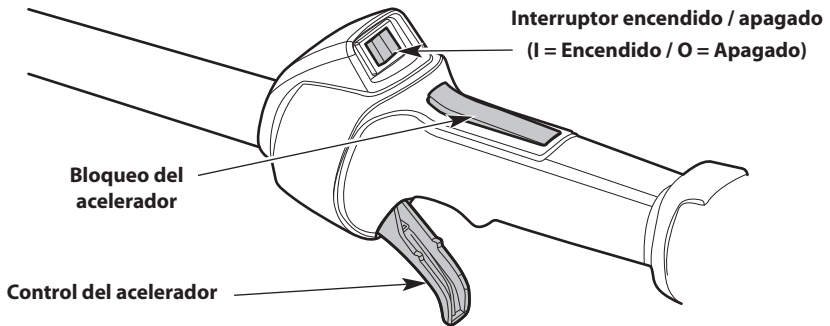

Fig. 13
NOTA: No es necesario encender la unidad. El interruptor de encendido/apagado está en la posición **Encendido (I)** en todo momento (Fig. 13).
3. Oprima y mantenga el bloqueo de acelerador (Fig. 13). Apriete y mantenga oprimido el control del acelerador (Fig. 13).
2. Oprima y mantenga apretado el interruptor de encendido/apagado en la posición **Apagado (O)** hasta que el motor se pare por completo (Fig. 13).
4. Oprima y mantenga el bloqueo de acelerador (Fig. 13). Apriete y mantenga oprimido el control del acelerador (Fig. 13).